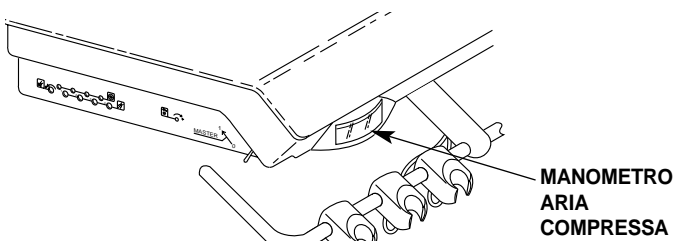

Figura 3. Manometro aria compressa
Il manometro aria compressa (vedere la Figura 3) indica, in psi e kg/cmq la pressione dell'aria compressa sul manipolo in funzione (consultare pagina 6).
2. Individuare il manometro aria compressa sulla parte anteriore del controllo principale (vedere la Figura 3 a pagina 4).